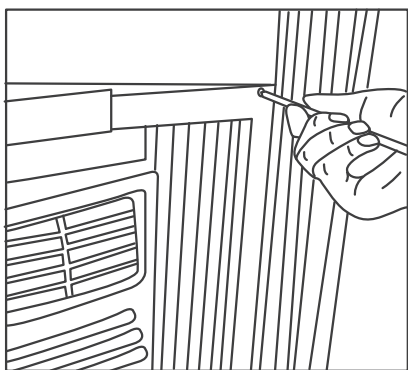

Fig.9
- Inserte tornillos de 1/2" (12.7mm) en los huecos del marco del acordeón y el marco de la hoja móvil de la ventana (Figs.9 y10).